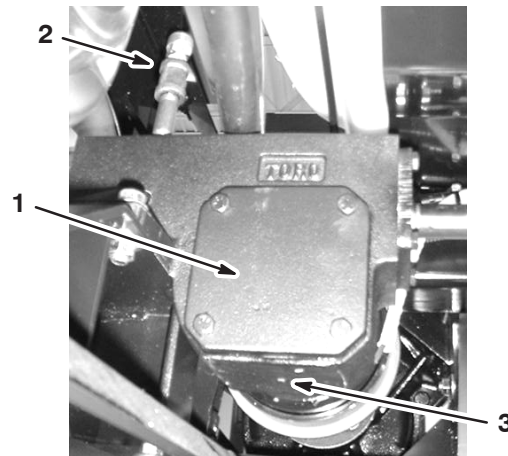

Figure 49
3. Retirez le bouchon du goulot de remplissage et le bouchon de vidange (Fig. 49), pour permettre à l'huile de s'écouler dans le bac.